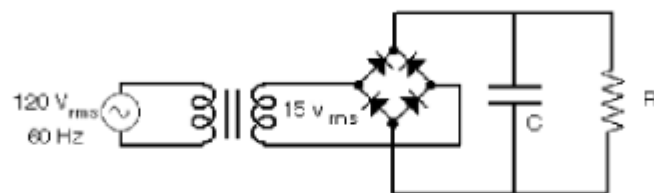

Figura 5.2 Rectificador de onda completa con filtro capacitivo
4.- En el circuito de la Figura 5.2, el rectificador de onda completa con filtro capacitivo: